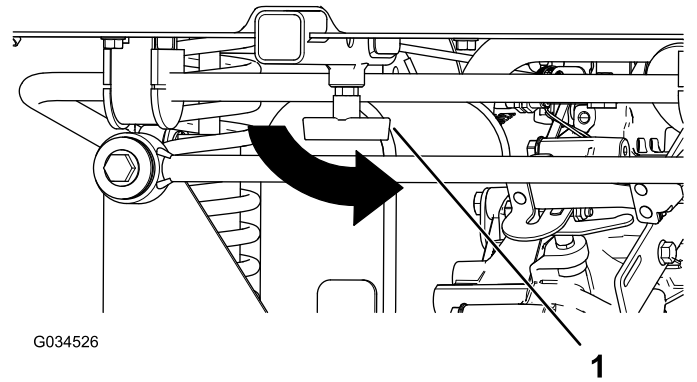

Bild 18
4. Drehen Sie den T-Bügel nach links, um ihn anzuziehen (Bild 18).